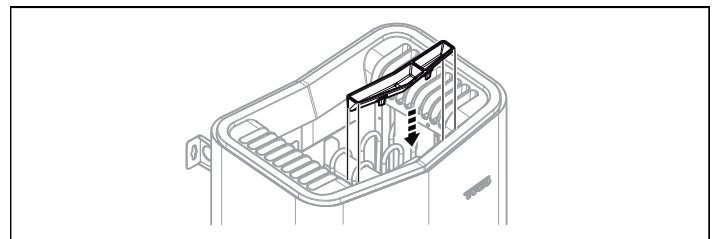

Abb. 12: Anbringen des Duftbehälters/Luftbefeuchters
10. Bringen Sie die Kräuterschale/den Luftbefeuchter an, siehe Abb. 12.